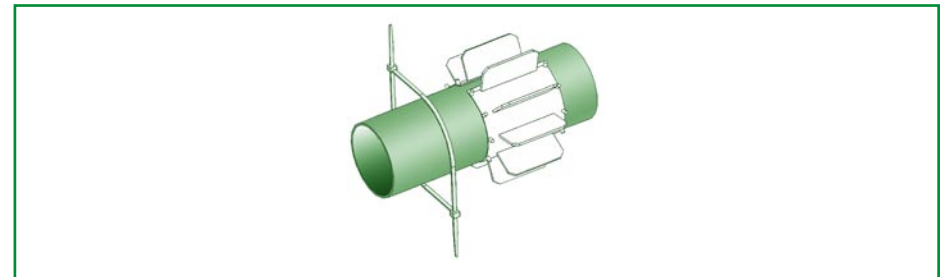

Fig. 4
5. Predisporre intorno al tubo, richiudendola, la prima FASCETTA COMPOSTA da due clips, ed avvolgere il collare manualmente a tubo. (**Fig. 4**).
Position the **COMPOSED CLIP** around the pipe and close it manually, wrapping the spacer around the pipe (**Fig. 4**).